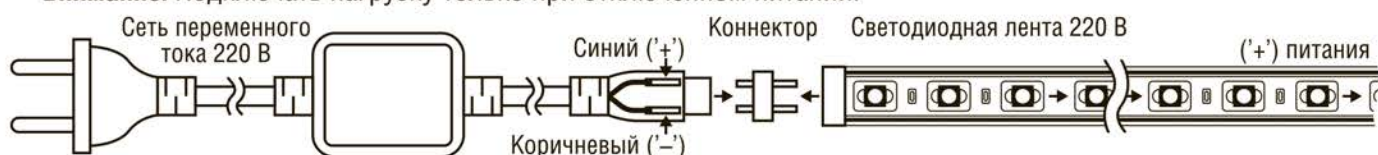

Рис. 1. Подключение светодиодной ленты 3528 220В.
- Для обеспечения работы светодиодной ленты NLS-3528-IP67-220V необходимо использовать преобразователь сетевого напряжения NLS-power cord-3528-220V. Подключение источника питания осуществляется по схеме, изображенной на Рис.1. Подключите светодиодную ленту строго соблюдая полярность в соответствии с ключом, как показано на Рис.1.